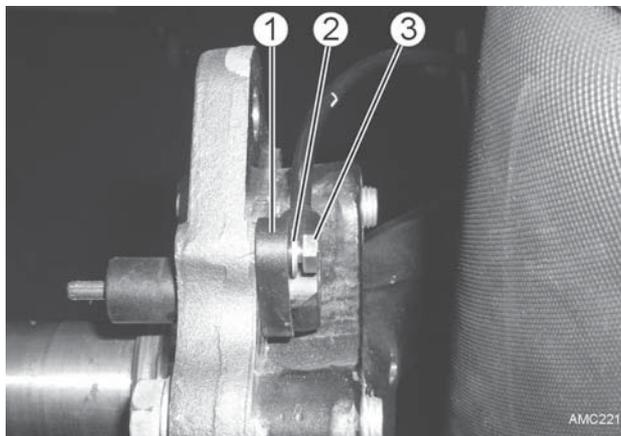
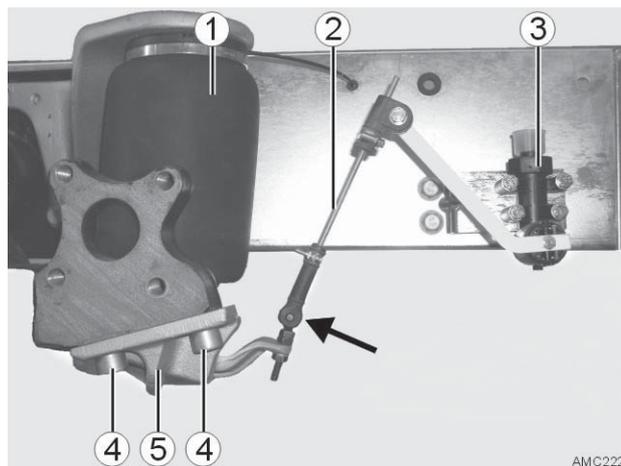

Bild 44
Bild 46
9. Sechskantschraube (Bild 44 - 3) mit Scheibe (Bild 44 - 2) herausschrauben und Drehzahlfühler (Bild 44 - 1) abnehmen, sofern vorhanden.
11. Luftfederbalg (Bild 46 - 1) gem. Kapitel 7.2 abbauen.
12. Gestänge (Bild 46 - 2) des Wegsensors Luftfederung (Bild 46 - 3) aushängen (Bild 46 - Pfeil).
13. Zwei Zylinderschrauben M16x1,5x30 (Bild 46 - 4) aus der unteren Federbalgkonsole (Bild 44 - 5) herausschrauben.